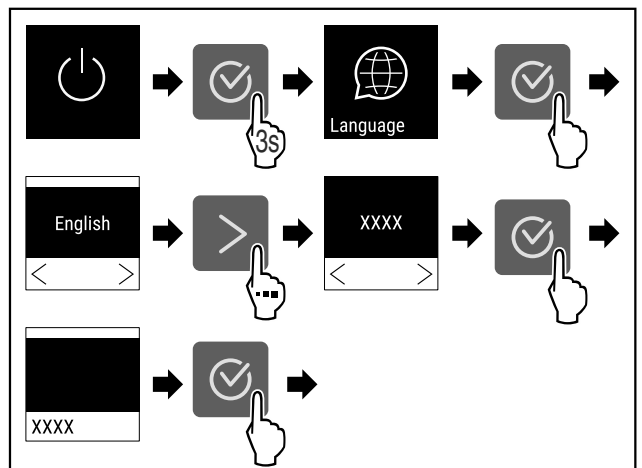

Fig. 52
- ▶ Провести етапи операцій (див. Fig. 52).